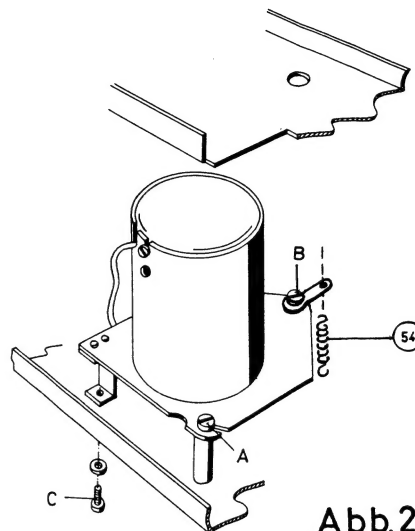

Abb.2
2) Auswechslung des Motors (Abb.2)